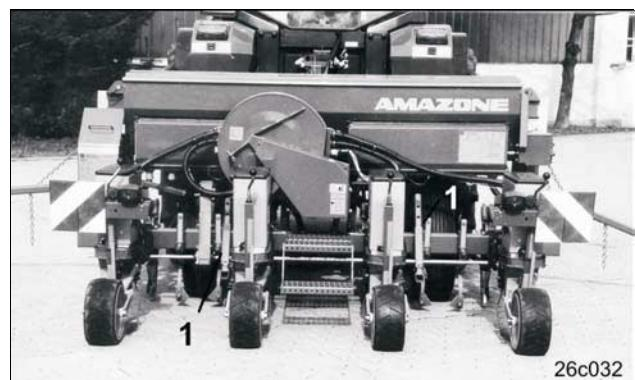

Рис. 45
**Если сеялка навешена, уберите и закрепите опорные приспособления (Рис. 45/1)!**